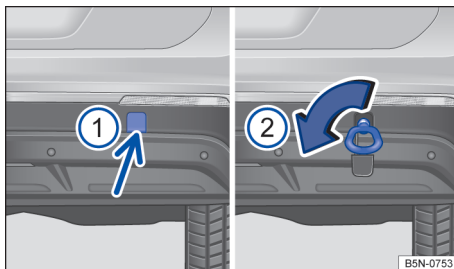

Fig. 216 No para-choque traseiro à direita: argola de reboque rosqueada.
O alojamento da argola de reboque rosqueável está localizado à direita do para-choque traseiro, atrás de uma cobertura → Fig. 216 **!**. Em *veículos com dispositivo de reboque instalado de fábrica*, atrás da cobertura **não** há um alojamento para a argola de reboque rosqueável. Para rebocar, bascular a rótula de engate para fora ou montar e utilizar a rótula de engate → Página 246.
- Pressionar na área inferior da cobertura → Fig. 216 **!** (seta) para soltar o encaixe da cobertura.